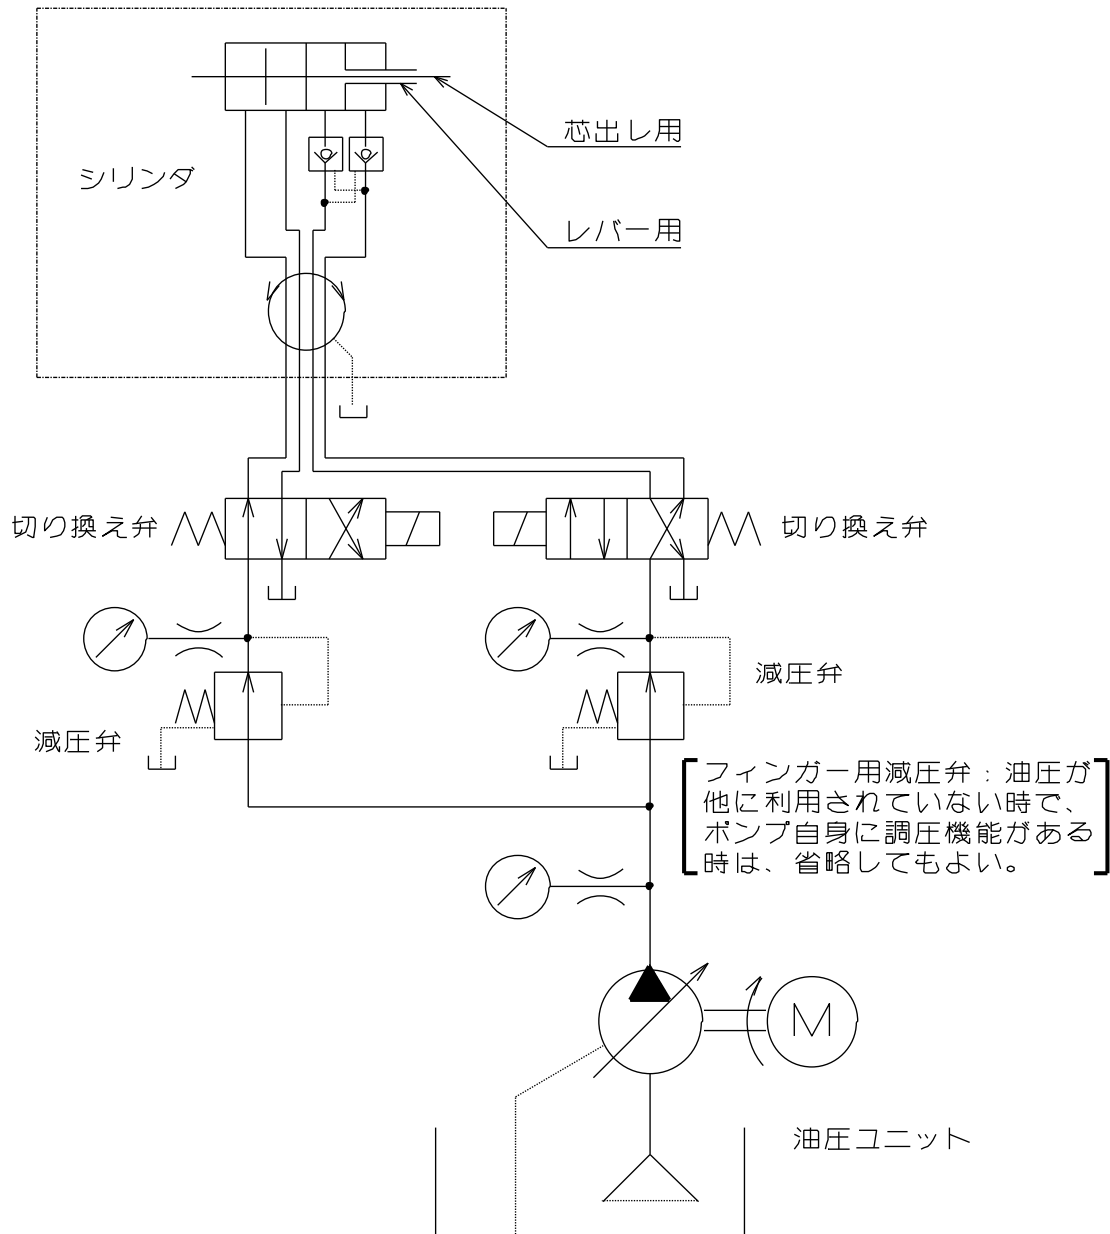

図 14
- ・ 図 14 にチャック開閉用油圧回路の一例を示します。